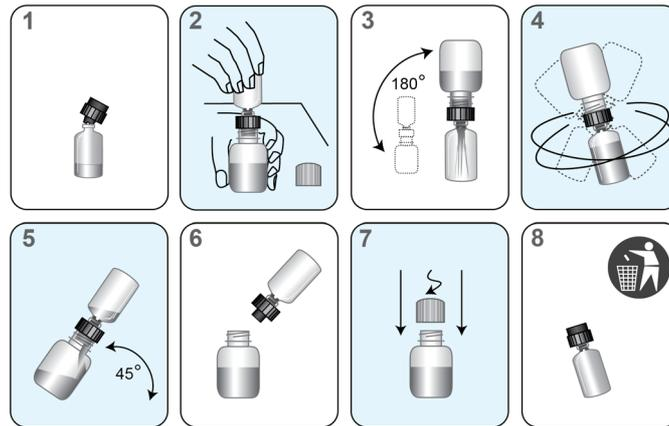

Figura 1. Processo di ricostituzione
- b. Inserire con decisione nell'apertura della fiala in vetro l'estremità indentata del collare di ricostituzione (Figura 1, fase 1).
- d. Tenendo il flacone in plastica sul banco, inserire con fermezza l'altra estremità del collare di ricostituzione nel flacone (Figura 1, fase 2).
- e. Capovolgere il flacone insieme alla fiala collegata. Lasciar drenare la soluzione nella fiala di vetro (Figura 1, fase 3). Il volume di liquido deve superare il volume della fiala di vetro e parte del liquido rimarrà nel collare di ricostituzione.
- f. Agitare ruotando delicatamente la soluzione nella fiala per miscelarla (Figura 1, fase 4).
- h. Capovolgere il flacone e la fiala assemblati (Figura 1, fase 5). Lasciare che tutto il liquido ritorni nel flacone.
- i. Rimuovere il collare di ricostituzione e la fiala di vetro (Figura 1, fase 6).
- j. Richiudere il flacone in plastica (Figura 1, fase 7).
- m. Gettare via sia il collare di ricostituzione sia il flacone di vetro (Figura 1, fase 8).